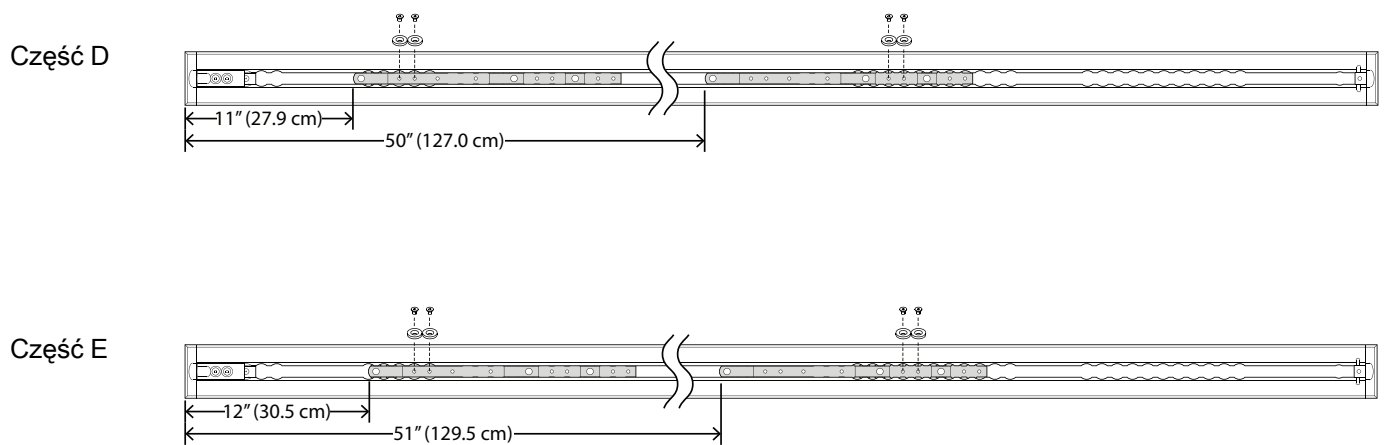

Rysunek 6 – Miejsce instalacji listwy
1. Włożyć pierwszą listwę (A) i wsunąć w kierunku strony podnóżka (Rysunek 6).
2. Włożyć drugą listwę (B).